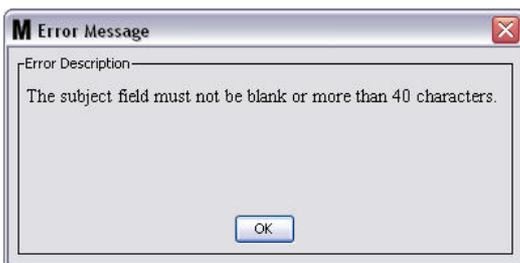

ABB. 143
- **Betreff:** Nennt den Grund für das Verschicken der E-Mail-Nachricht. Sie müssen einen Betreff angeben. Die in ABB. 143 gezeigte Fehlermeldung erscheint, wenn Sie auf „OK“ klicken, ohne einen Betreff angegeben zu haben.